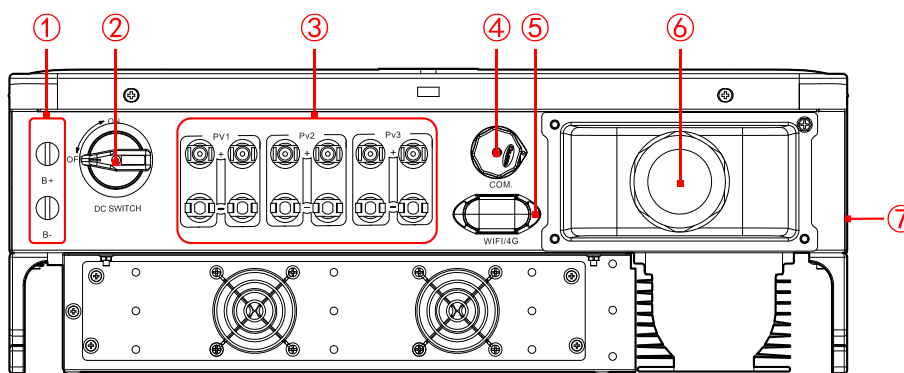

Figura 2-5 Layout da parte inferior
Os terminais externos estão todos localizados na parte inferior do inversor, incluindo a entrada fotovoltaica, a saída CA, o interruptor CC e a interface de comunicação, etc., como exibido na Figura 2-5.
O interruptor CC (como exibido no ② da Figura 2-5) conecta o inversor com a string fotovoltaica.